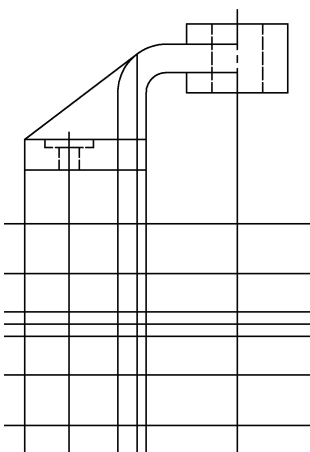

图 3-49 绘制投影线
15) 执行“自动创建构造线”(amautoclines), 选择执行“竖直向下的构造线”选项, 选择需要向下投影的线段, 绘制竖直的构造线, 如图 3-49所示。